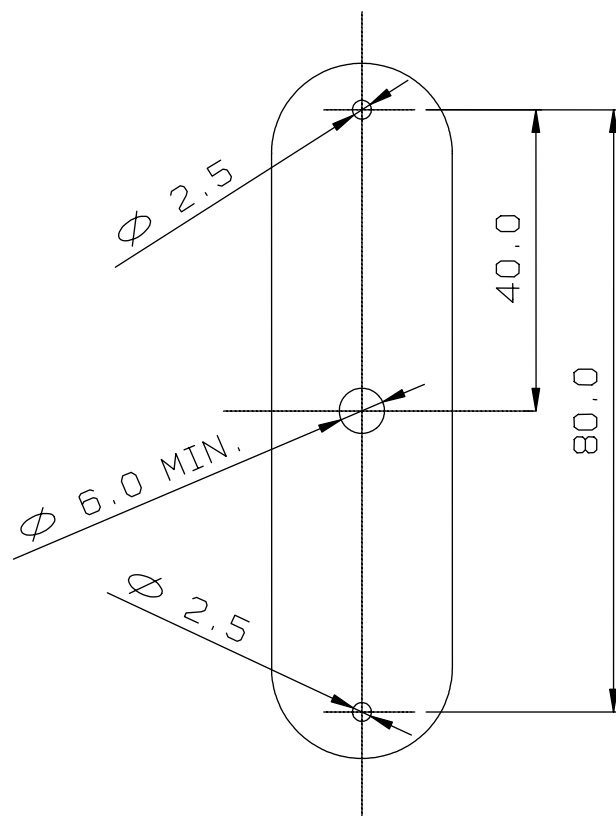
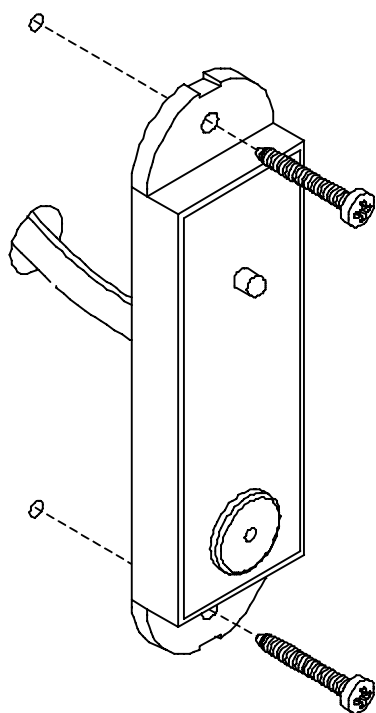

Fig. 1
Fig. 2
- Führen Sie für die Montage des Lesers zwei 2,5 mm Bohrungen für die Befestigungsschrauben sowie eine Öffnung mit einem Durchmesser von 6 mm für den Kabeldurchgang aus (Abb.1). Bringen Sie eine Isolierdichtung auf dem Boden der Öffnung an. Führen Sie das Schnittstellenkabel vom Leser zur Zugangskontrollzentrale und Montieren Sie den Leser unter Verwendung von Schrauben mit einem Höchstdurchmesser von 3 mm (Abb.2).
- Para el montaje del lector, practicar en el soporte dos orificios de 2.5 mm para los tornillos de fijación y un orificio de 6 mm de diámetro para el paso del cable (fig. 1). Colocar una junta aislante en el borde del orificio. Hacer pasar el cable de interfaz desde el lector hasta la central de control de accesos y montar el lector, utilizando los tornillos con un diámetro máximo de 3 mm (fig. 2).